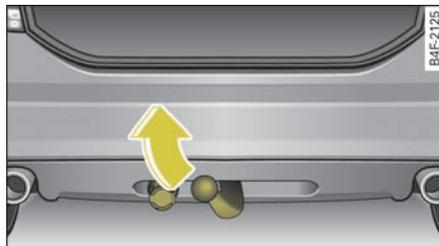

图 220 后保险杠：牵引装置卡止
- 向上翻转牵引装置到底 => 第229页, 图 220。锁止过程自动进行。此时必须听见清晰的啮合声。手轮中的发光二极管重新变为绿色。